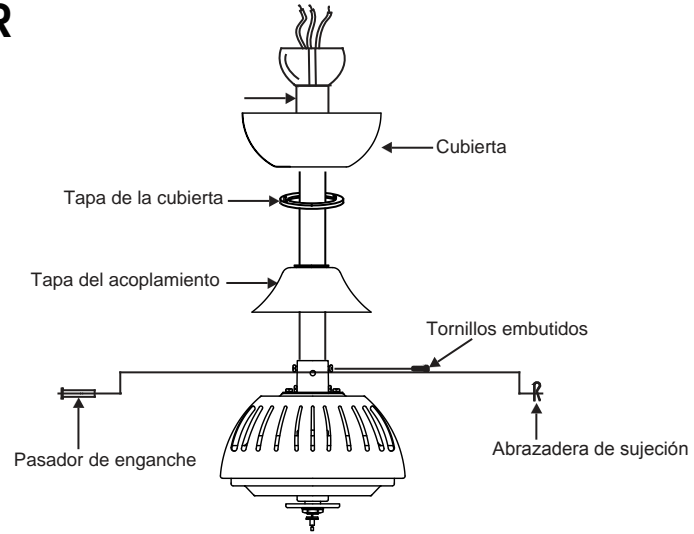

Fig. 9
**Paso 8.** Deslice la tapa de acoplamiento, la tapa de la cubierta y la cubierta sobre el vástago de extensión. (Fig. 9) Enrosque la bola colgante en el vástago de extensión, inserte el pasador transversal en el vástago de extensión y ajuste. Ahora, ajuste el tornillo embutido. (Fig. 9)